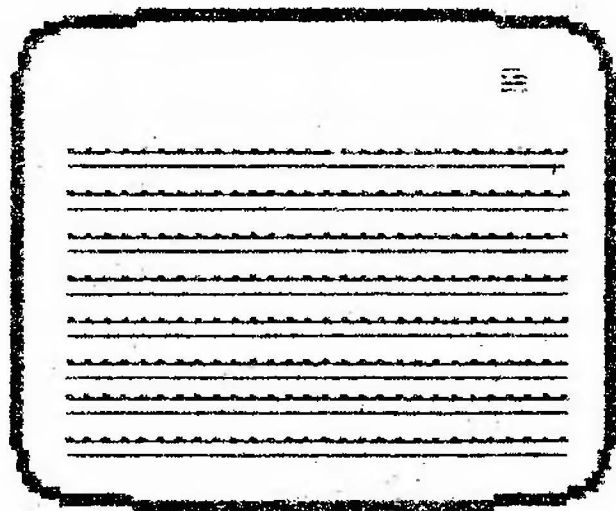

Рис. 3
6.2.3. Нажмите одновременно клавишу ВВОД и БЛК на системном блоке. При этом должен погаснуть индикатор "РУС", а на экране телевизора появится незаполненная "карта загрузки" ОЗУ (см. рис. 3).
6.2.5. Если во время ввода информации изображение стирается и появляется незаполненная "карта загрузки" ОЗУ (см. рис. 3), то необходимо повторить ввод (см. п.п. 6.2.2-6.2.4). Причиной ошибок при вводе обычно является неисправность магнитофона.